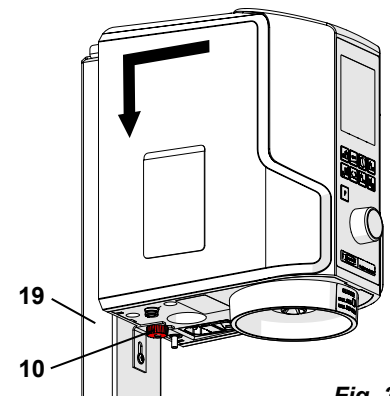

Fig. 3
- ⇒ Firmar o aparelho com a porca serrilhada (10, Fig. 3).